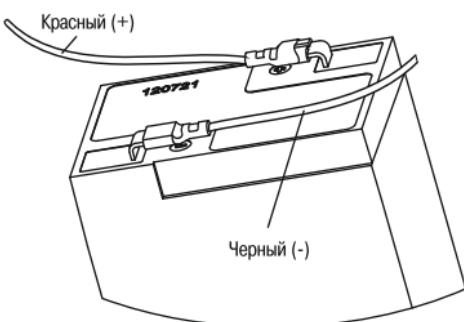

Рисунок 7
**ВНИМАНИЕ!** При установке новой батареи соблюдайте полярность. Плоский разъем с красным проводом подключайте к плюсу батареи (рисунок 7).